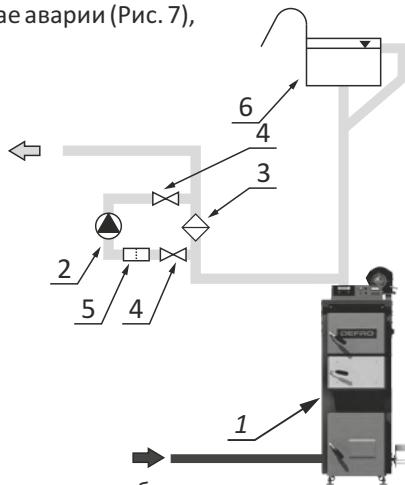

Рис. 7. Схема гравитационного обхода:
- 1) подключить питательный патрубок (рис. 7 поз. 6) к системе в предназначенном для этого месте, подключить туда же возвратный патрубок (рис. 4 поз. 7),
- 5) в случае использования насоса центрального отопления (рекомендация изготовителя для улучшения эффективности работы отопительной системы) необходимо подключить насос и "гравитационный обход", которые позволят использовать отопительную установку в случае аварии (Рис. 7),